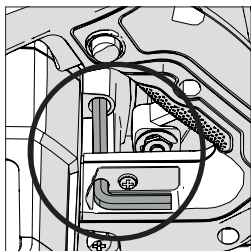

Fig. 1
- Localizzare la chiave esagonale per il cambio lama conservata nell'apposito alloggiamento (la sua posizione è simile su tutti i modelli). (Fig. 1)